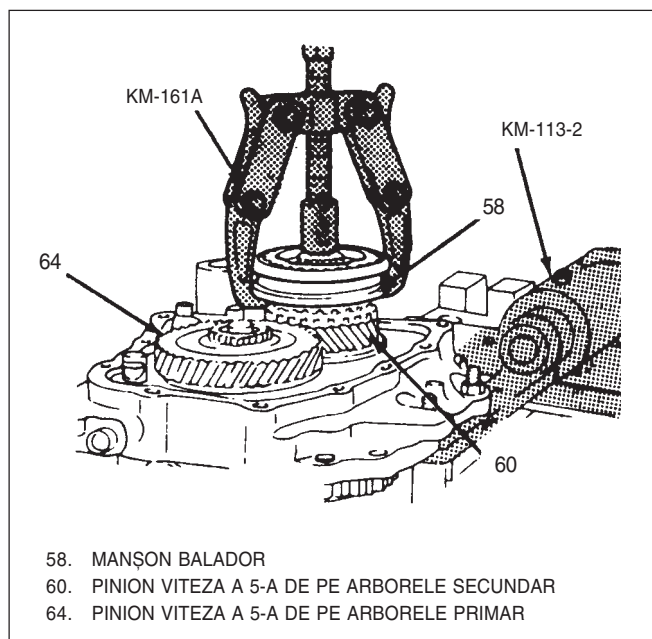

Fig. 10 Demontare pinion viteza a 5-a de pe arborele secundar
- 11) Siguranță(49) și pinion viteza a 5-a de pe arborele secundar(60), manșon balador(58), butuc sincronizator(56).
- Se folosește extractorul KM-161A, Fig 10.